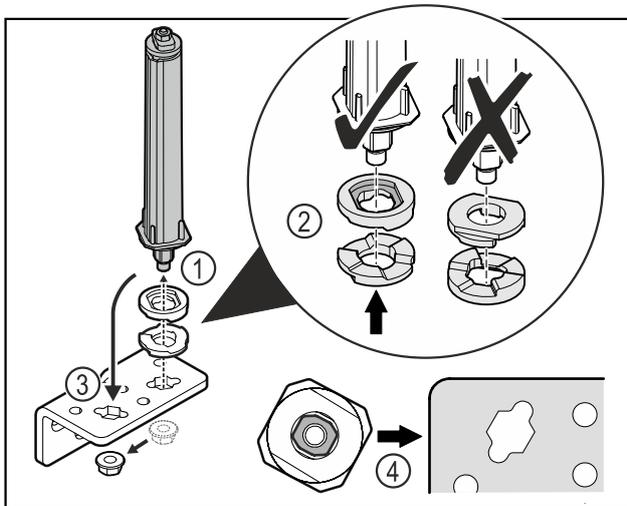

Fig. 46
- Mutter lösen und Türschließsystem entfernen Fig. 46 (1).
- Auf die korrekte Ausrichtung der Höhenverstellscheiben achten Fig. 46 (2).
- Türschließsystem im Scharnierwinkel umsetzen und mit der Mutter fixieren Fig. 46 (3).
- Beim Einsetzen auf die korrekte Ausrichtung des Türschließsystems achten Fig. 46 (4).